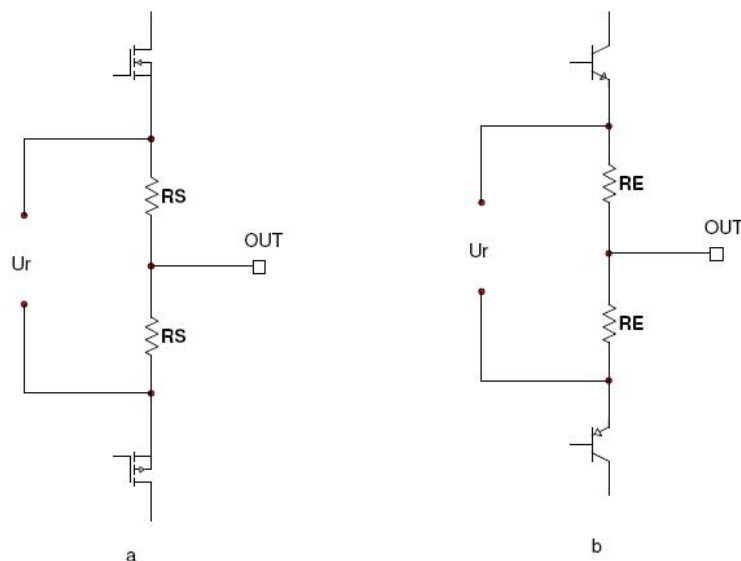

Fig.1
- dacă etajul final este construit cu MOSFET (fig1.a) semireglabilul se reglează astfel încât curentul de repaus prin finali ( $I_r$ ) să fie între 40mA-80mA. Acesta se calculează citind tensiunea de repaus ( $U_r$ ) de pe cei doi rezistori după formula:  $U_r = I_r \cdot (R_S + R_S)$ .